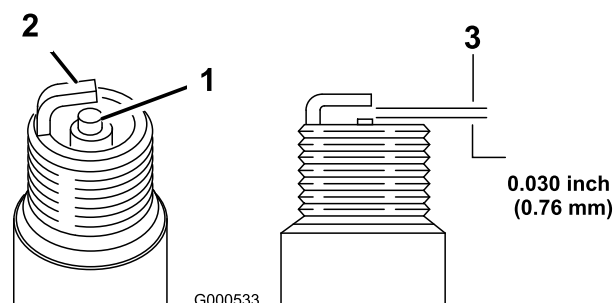

Figura 42
1. Mire la parte central de las bujías (Figura 42).
2. Compruebe la separación entre los electrodos central y lateral (Figura 42) y doble el electrodo lateral si la separación no es correcta.
3. Conecte los cables a las bujías (Figura 42).